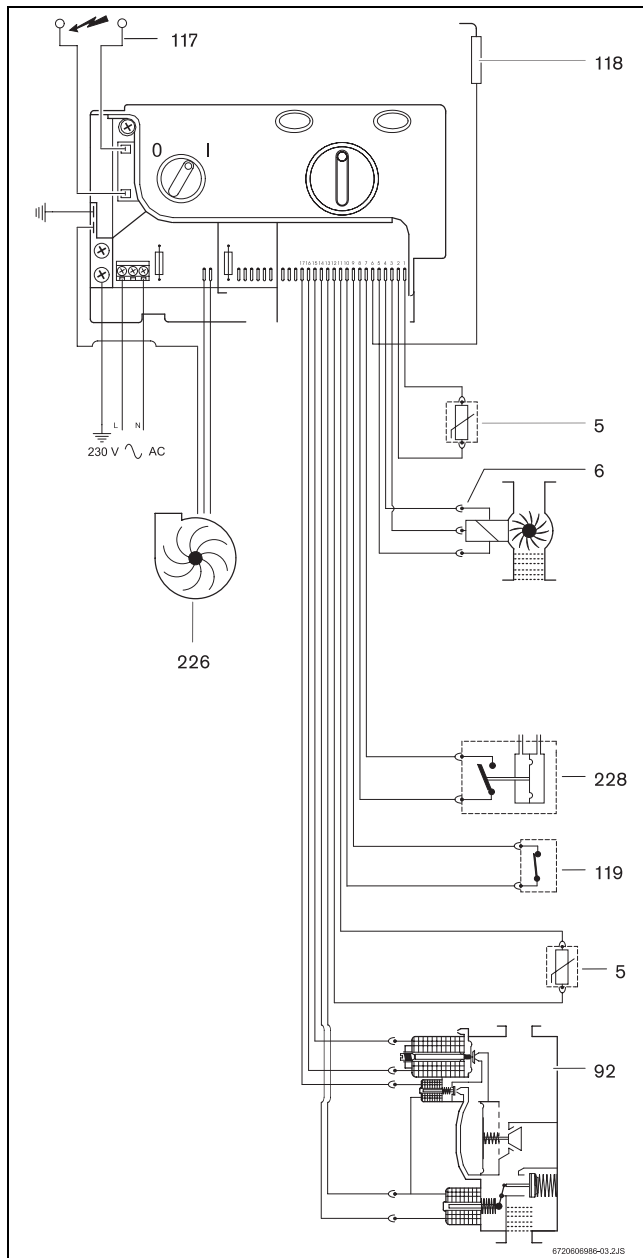

Fig. 3 Schema elettrico
Ogniqualvolta si apre un rubinetto dell'acqua calda, il flussostato a turbina (→Fig. 3, [6]) posizionato in ingresso dell'acqua fredda, invia un segnale alla scheda elettronica. Questo segnale provoca quanto segue:
- Simultaneamente vengono emesse le scintille presso il bruciatore e la valvola gas apre il passaggio del gas (→Fig. 3, [92]),
- L'elettrodo di ionizzazione (→Fig. 3, [118]) controlla lo stato della fiamma,